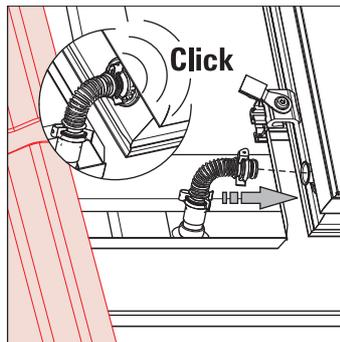

Fig. 3-29 Fase di lavoro 8
8. Inserire le curve di raccordo del collettore nei tubi di raccordo fino all'arresto delle graffe di fissaggio (fig. 3-29).